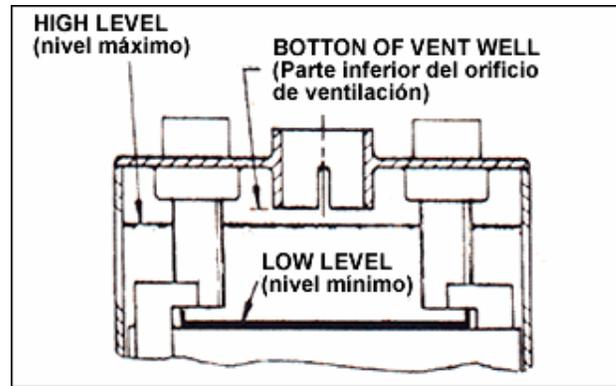

Figura 6
d) Una herramienta conveniente y exacta para asistir en la tarea del agregado de agua es la Exide Pro-Fill Catering Gun #92755, que llena hasta un nivel preseleccionado y se detiene automáticamente; sin embargo, se debe tener cuidado en ajustarla de modo que el agua alcance los niveles indicado en la figura 6